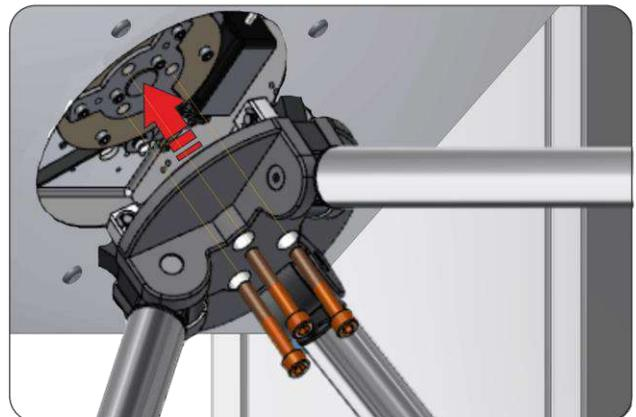

Рис. 13– Встановлення ступиці з планками в корпус турнікету-триподу
а) Вручну розкласти планки (2) ступиці (1) (див.Рис.13).